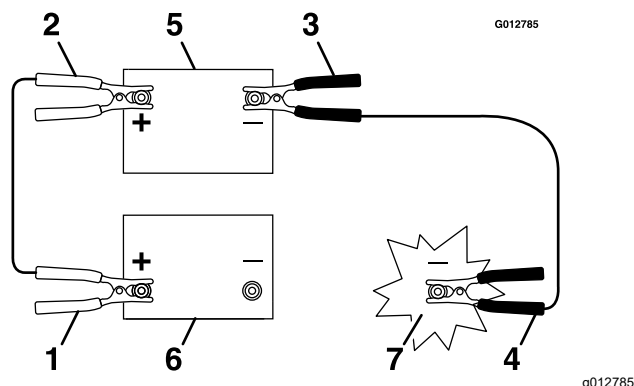

Figura 83
- Conecte la abrazadera del cable positivo (+) (rojo) al borne positivo (+) de la batería descargada (Figura 83).